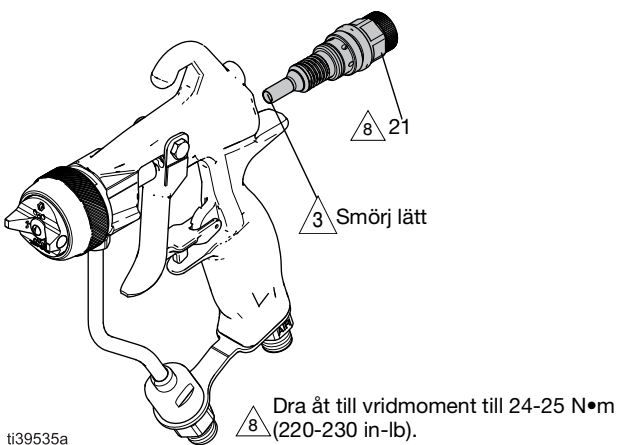

FIG. 43: Montering av luftpatron
Rengör luftpatronens hus.	FIG. 43 på sidan 30
3. Skjut ut luftpatronen (21) ur pistolen.
5. Smörj luftpatronens munstycke och gänga fast luftpatronen (21) i baksidan av pistolen. Dra åt till 220 in-lb (24-25 N•m). Se FIG. 43.
7. Smörj luftventilens munstycke (21a) och gänga fast den i baksidan av pistolen. Dra åt till vridmoment till 24-25 N•m (220-230 in-lb). Se FIG. 43.
2. Lossa luftpatronen (21) från baksidan av pistolen med pistolverktyget (29).
3. Dra ut luftpatronen (21) ur pistolen. Se FIG. 43.
7. Smörj luftventilen (21a) och installera luftpatronenheten (21) i baksidan av pistolen. Dra åt till vridmoment till 24-25 N•m (220-230 in-lb). Se FIG. 43.